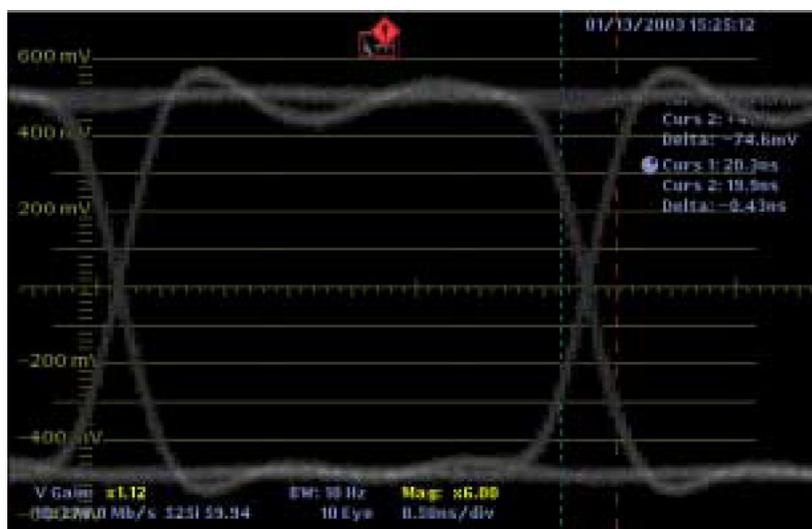

図 3-8：20 ~ 80% の立上り時間を測定する場合のタイミング・カーソルの配置
- b. 1 番目のタイミング・カーソルを、アイ波形の立上りエッジと、波形のボトムから 2 目盛上の目盛ラインの交差点に合わせます（図 3-8 参照）。
- c. 2 番目の時間カーソルを、アイ波形の立上りエッジと、波形のトップから 2 目盛下の目盛ラインの交差点に合わせます（図 3-8 参照）。